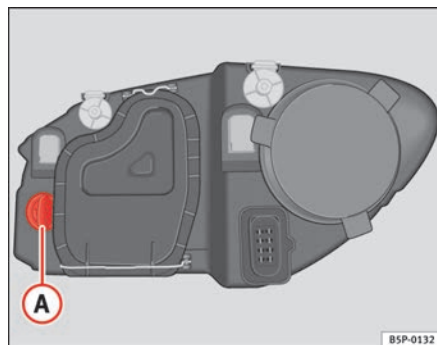

Fig. 183 Lámpara luz intermitente
- Gire el portalámparas ⇒ fig. 183 A a la izquierda y tirar.